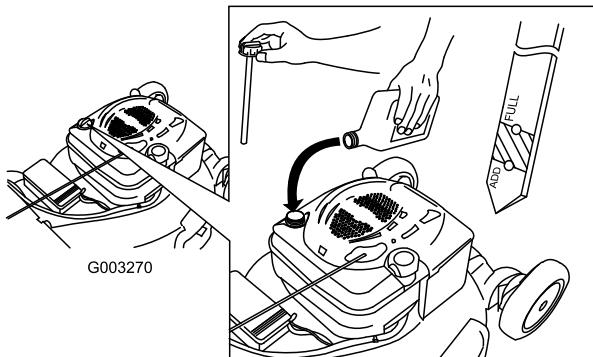

Figure 38
- Versez de l'huile **lentement** dans le goulot de remplissage pour faire monter le niveau de liquide jusqu'au repère du plein (Full) sur la jauge (Figure 38). **Ne remplissez pas excessivement.** (Remplissage max. : 0,59 l, type : huile détergente SAE 30 de classe de service API SF, SG, SH, SJ, SL ou supérieure.)